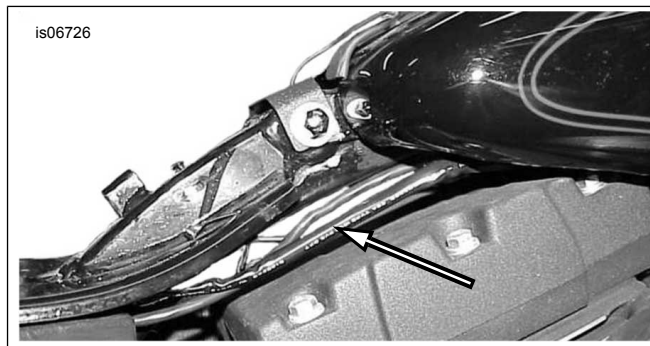

Figure 31. Pagruruta ng Kable ng Transmitter patungo sa Headlamp (Dyna)
1. Tingnan ang Figure 31 . Gumamit ng mga kableng strap mula sa kit para ikabit ang nalalabing transmitter wire (puti) at conduit sa mga kable ng sasakyan na patungo sa headlamp. I-angat ang tangke ng gasolina. Ilagay ang mga kable sa ilalim ng tangke, patungo sa headlamp.